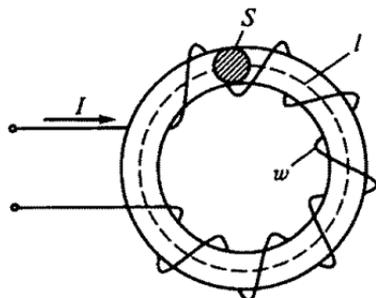

Рис. 59
2.34.Р. Какова индуктивность L катушки с ферромагнитным сердечником, изображенной на рис. 59, если $I = 0,2\ \text{А}$, $S = 5\ \text{см}^2$, $l = 20\ \text{см}$, $B = 0,8\ \text{Тл}$, $w = 1000$ витков?